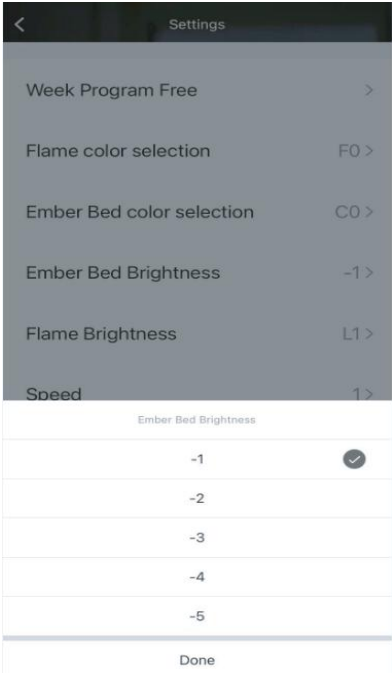

Imagen 13
8. Abre el brillo de las brasas, puedes elegir el brillo del lecho de brasas de '-5' a '-1', como en la imagen 13.